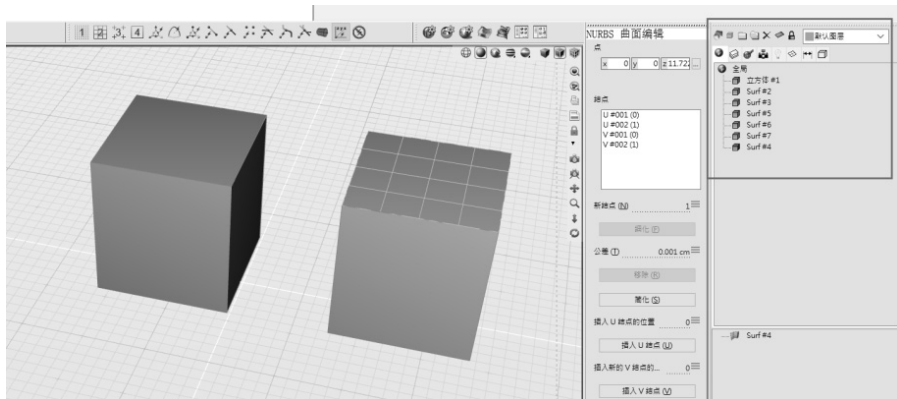

图 4-12 通过全局浏览器观察确认对象特征
1) 打开素材文件夹“练习 (4.1.3)”中的 Evolve 文件，仅从外观来看，该对象包含了两个立方体。但从全局浏览器中观察可知，其中一个为立方体，另外一组为 6 个独立的 NURBS 曲面，如图 4-12 所示。